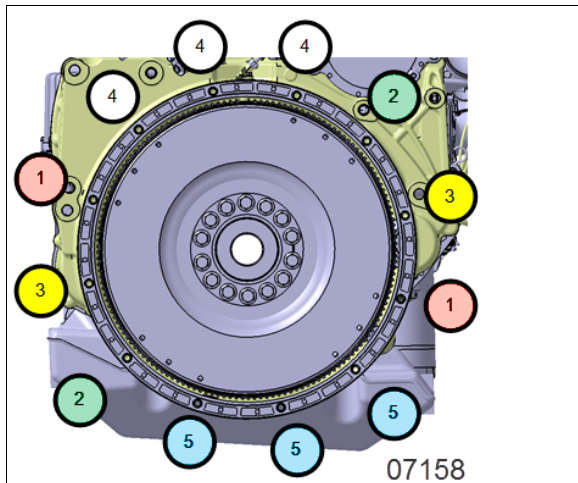

FIGURE 13: MOTIF ÉTOILÉ
- Serrer les vis graduellement suivant un motif étoilé comme montré dans Figure 13.